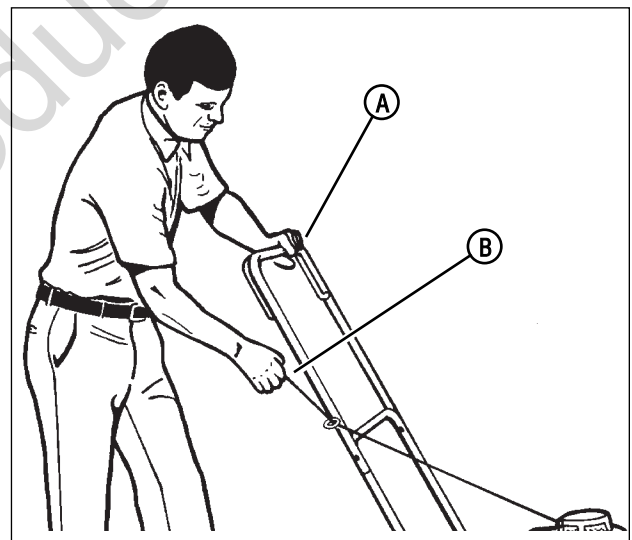

Figura 19: Arranque del motor
6. Párese detrás del cortacésped. Utilice una mano para sostener la palanca de parada del motor en la posición de operación (A, Figura 19). Utilice la otra mano para agarrar el mango (B) del cable retráctil de arranque.